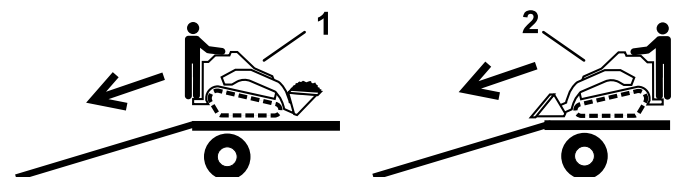

Figure 26
2. Placez toujours l'extrémité la plus lourde de la machine en haut de la rampe, la charge en bas, pour la descendre de la remorque (Figure 26).